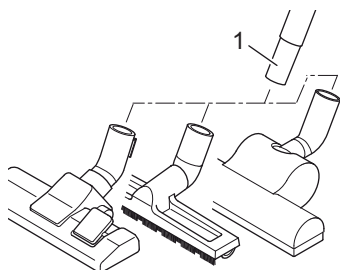
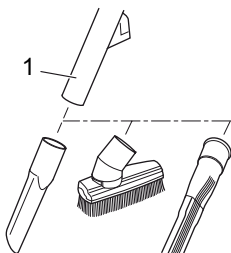

Abb. 10
Abb. 11
2. Falls erforderlich, ziehen Sie die aufgesetzte Düse vom Teleskoprohr (Abb. 10/1) ab.
3. Stecken Sie die gewünschte Düse je nach Bedarf auf das untere Ende des Teleskoprohrs (Abb. 10/1) oder des Handgriffs (Abb. 11/1).